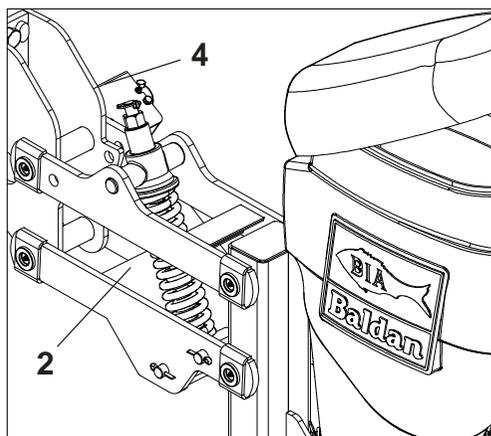

FIGURA 76
- A linha (1), possui mola de pressão (2) que ao ser regulada dando maior ou menor pressão, ela irá aumentar ou diminuir a força sobre o disco duplo (3). Para regular a pressão da mola, proceda de seguinte forma:
- Gire a porca (4) no sentido horário, para maior pressão na mola (2).
- Gire a porca (4) no sentido anti-horário, para menor pressão na mola (2), conforme mostra a figura 76.